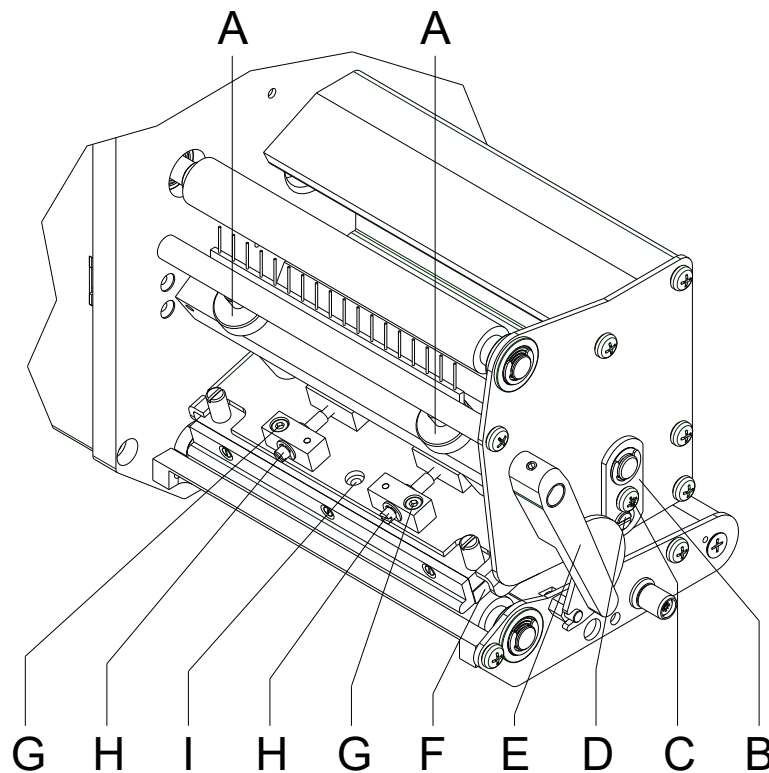

Abbildung 22
Falls nach Einstellen der Parallelität kein gleichmäßig starker Druck über die gesamte Druckbreite vorliegt, kann mit dem Stellblech (B, Abbildung 22) ein Ausgleich geschaffen werden.
1. Schraube (C, Abbildung 22) ca. ¼ Umdrehung lösen.
2. Exzenterbolzen (D, Abbildung 22) drehen, um einen Druckausgleich zu schaffen und solange nachstellen, bis ein gleichmäßiges Druckbild vorliegt.
3. Schraube (C, Abbildung 22) wieder anziehen.
1. Andruckschrauben (A, Abbildung 22) drehen, um den Druckkopfandruck zu verändern.
2. Drehen der Andruckschrauben (A, Abbildung 22) bis an den Anschlag im Uhrzeigersinn ergibt eine Andruckerhöhung von 10N gegenüber der Werkseinstellung.
3. Drehen der Andruckschrauben (A, Abbildung 22) genau eine Umdrehung vom Rechtsanschlag gegen den Uhrzeigersinn, ergibt die Werkseinstellung.